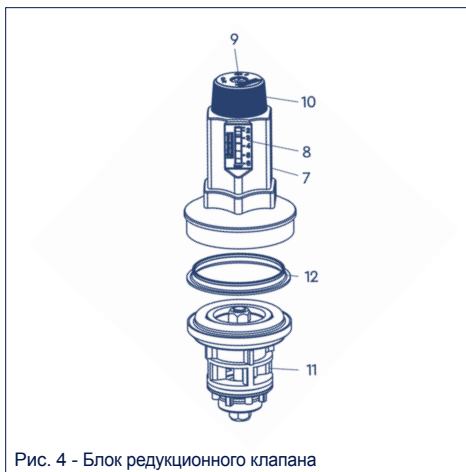

Рис. 4 – Блок редукционного клапана
- Редуктор давления (Рис. 4) включает:**